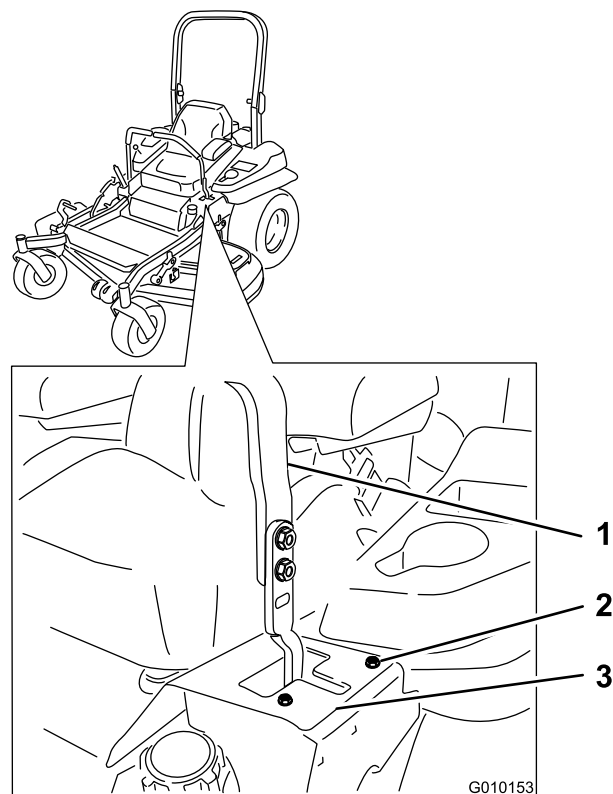

Figure 60
6. Si elle se déporte à droite, desserrez les boulons et déplacez la plaque de butée gauche en arrière sur la fente en T gauche, jusqu'à ce que la machine se déplace en ligne droite (Figure 60).
7. Si elle se déporte à gauche, desserrez les boulons et déplacez la plaque de butée droite en arrière sur la fente en T droite, jusqu'à ce que la machine se déplace en ligne droite (Figure 60).
8. Serrez les boulons de la plaque (Figure 60).